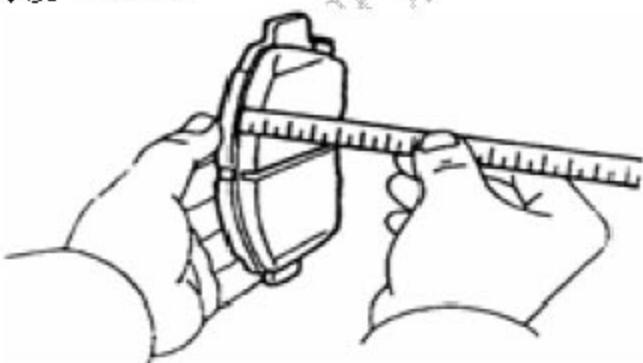

图 3-29
- 2). 检查制动片衬面厚度。用直尺测量衬面厚度。如图 3-29 所示。